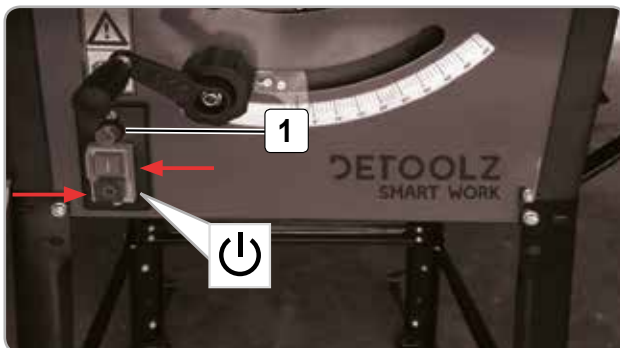

Fig.11
- Pentru a opri echipamentul, apăsați butonul "0". Fig 11
Motorul acestui echipament este protejat împotriva supraîncălzirii cu un întrerupător de suprasarcină. Dacă curentul nominal este depășit, întrerupătorul de suprasarcină va opri echipamentul. Fig. 11 (1)